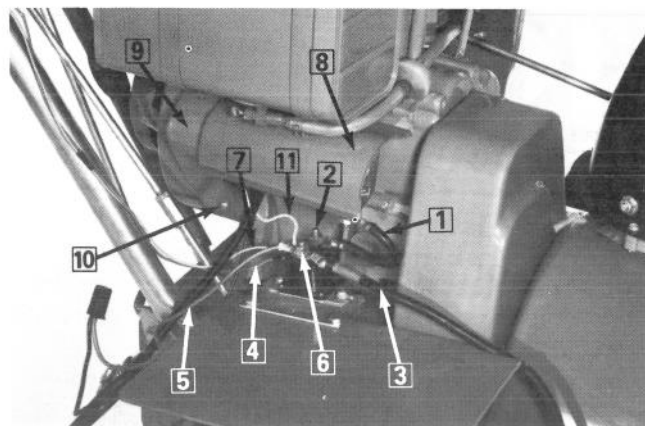

Figure 7
13. Raccordez le fil orange de la tresse de câblage à la petite borne du solénoïde (Fig. 7).
14. Glissez le couvercle du démarreur en position de montage derrière le bas du support du réservoir à essence et fixez-le à l'aide des deux vis autotaraudeuses qui fixaient précédemment le support du réservoir à essence (Fig. 7).
11. Installez l'ensemble de fils raccordant le démarreur à la borne intérieure du solénoïde (Fig. 7).
12. Raccordez le câble positif de batterie, le fil rouge de la tresse de câblage, le fil rouge de la prise de charge de batterie à la borne extérieure du solénoïde (Fig. 7).